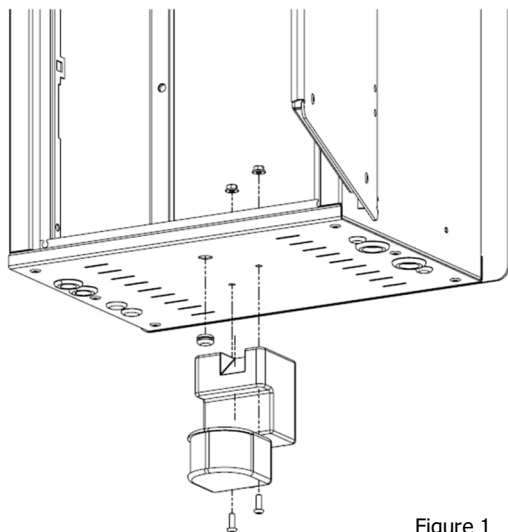

Figure 1
- Mettez en place votre UNIDETECT 5.24 / 10.12 ou UNILEDBAR (optionnels) (figures 1 et 2). Si ce n'est pas la cas, comblez les perçages (figure 3).